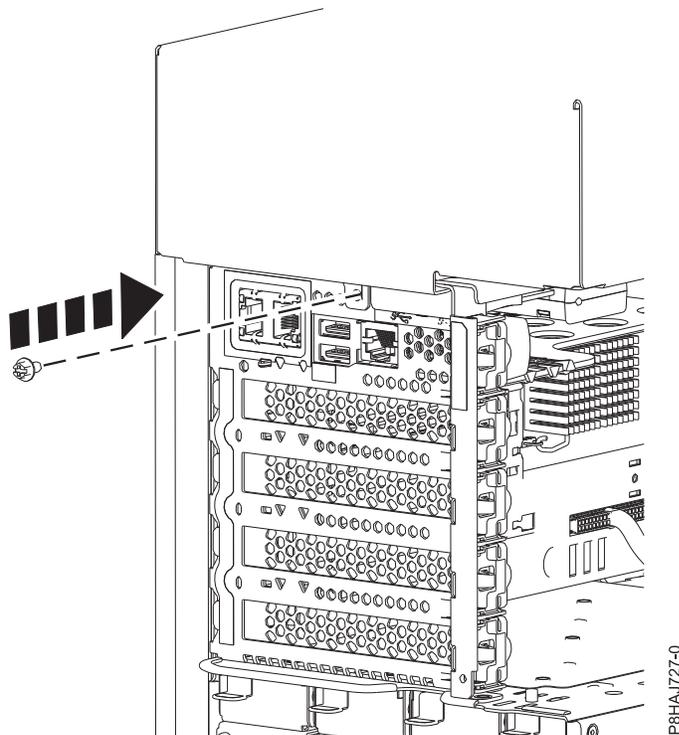

図 19. 8286-41A サイド・カバーねじの取り付け
5. プラスのねじ回しを使用して、サイド・カバー後部ねじを取り付けます (38 ページの図 19 を参照)。